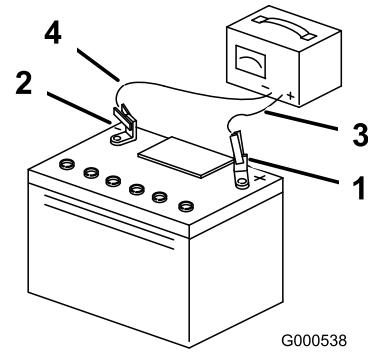

Bild 38
- Ziehen Sie, wenn die Batterie voll geladen ist, den Stecker des Ladegeräts aus der Dose. Klemmen Sie dann die Klemmen des Ladegeräts von den Batteriepolen ab (Bild 38).